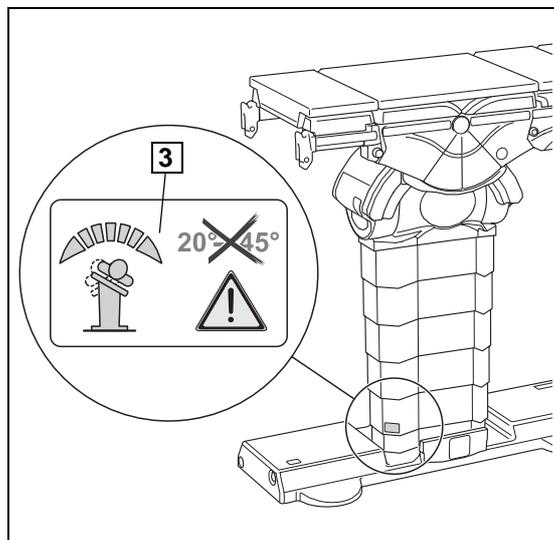

Fig. 124 : Indicateur de hauteur, 900 mm
La hauteur maximale de la table d'opération de 900 mm est atteinte lorsque l'adhésif (3) du pied de table d'opération n'est pas recouvert par le carénage du pilier (►► Fig. 124).